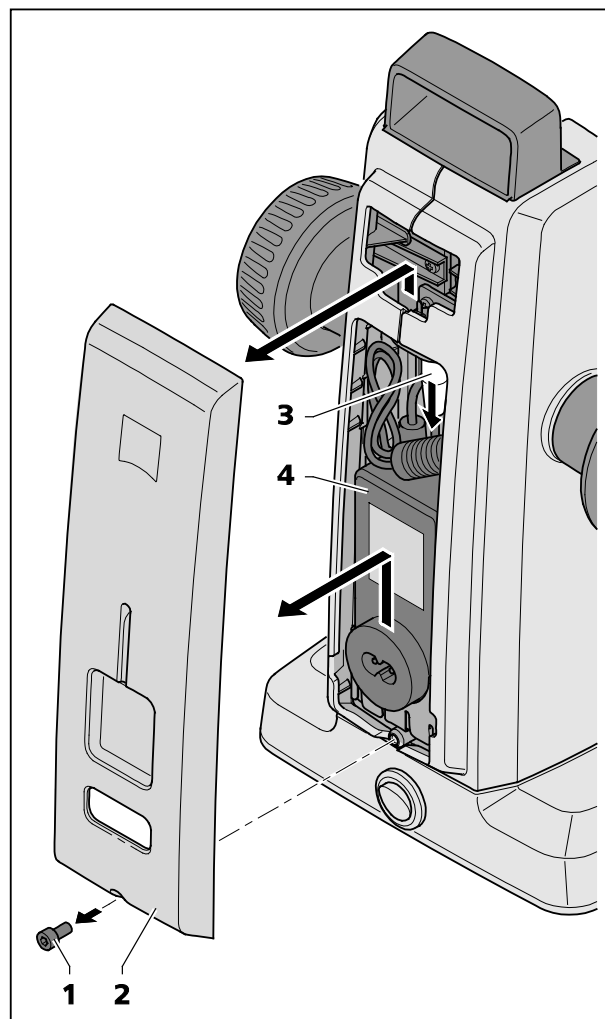

Fig. 27 Remplacement du bloc d'alimentation
- A l'aide d'une clé Allen, dévissez la vis (Fig. 27/1) située en bas du couvercle.
- Déboîtez légèrement le bas du couvercle (Fig. 27/2) et poussez vers le haut.
- Débranchez la fiche (Fig. 27/3) et sortez le bloc d'alimentation défectueux (Fig. 27/4).